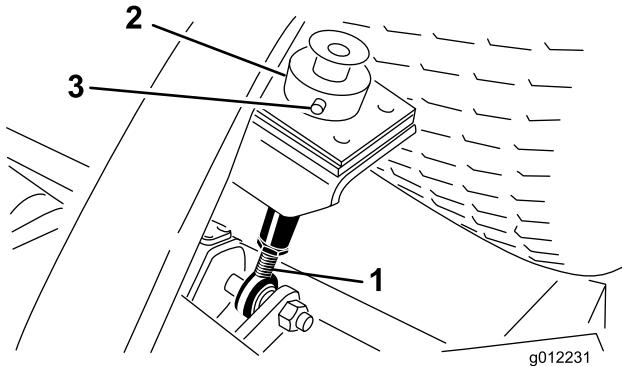

図9
- カッティングユニット後部で、刈高ロッドに刈高カラーを固定しているヘアピンとクレビスピンを外す(図9)。